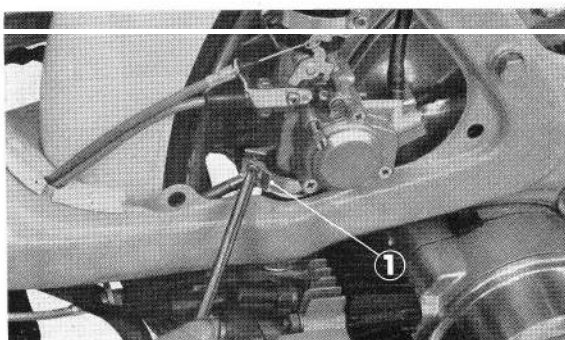

Figure 2-2 : ① pince de fixation du filtre à air
5. Desserrer la pince de fixation du filtre à air, débrancher le tuyau d'arrivée d'essence, déposer le carburateur (figure 2-2).